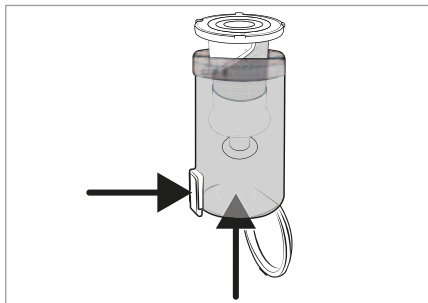

Bild 20
- 3) Ta ut det rostfria stålfiltret **6** ur dammbehållaren **7** genom att trycka på knappen för att öppna dammbehållaren **8**. Skjut sedan ut det rostfria stålfiltret **6** underifrån ur dammbehållaren **7** (se bild 20).